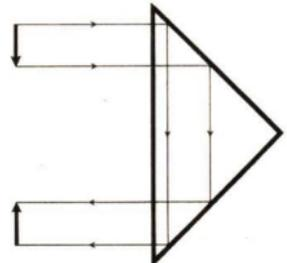

Abb. 209 Aufrichtung
b) **Der Feldstecher. Erdfernrohr.** Um das Himmelsfernrohr oder das astronomische Fernrohr auch für Beobachtungen auf der Erde ausnutzen zu können, muß das umgekehrte Bild, das das astronomische Rohr liefert, aufgerichtet werden. Das läßt sich einfach durch eine in den Strahlengang eingeschaltete Sammellinse, die *Umkehrlinse*, erreichen. Das Fernrohr wird dadurch allerdings sehr lang und somit für den handlichen Gebrauch ungeeignet. Ein wirklich brauchbares *Erdfernrohr* stellte erst gegen Ende des vorigen Jahrhunderts die Firma Zeiß in Jena her (Abb. 208). Dieses Fernrohr ist der Bauart nach ein astronomisches Fernrohr. Die Aufrichtung der Bilder geschieht hier nicht durch eine Umkehrlinse, sondern durch zwei in den Strahlengang eingeschaltete Glasprismen, an deren Flächen der Lichtstrahl viermal zurückgeworfen wird. Dabei wird im ersten Prisma Oben und Unten vertauscht, d. h. das Bild erscheint aufrecht (Abb. 209). Bei der Spiegelung im zweiten Prisma erfolgt dann die Vertauschung von Rechts und Links, so daß der Gegenstand in seiner natürlichen Stellung